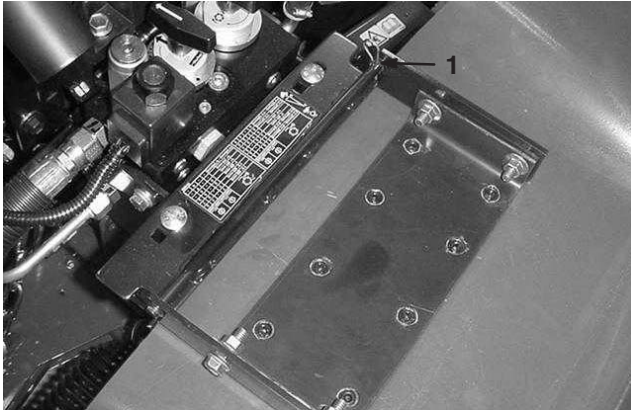

Bild 45
2. Entfernen Sie den Splint, mit dem das Motorhaubengelenk an der Befestigungshalterung befestigt ist (Bild 45).